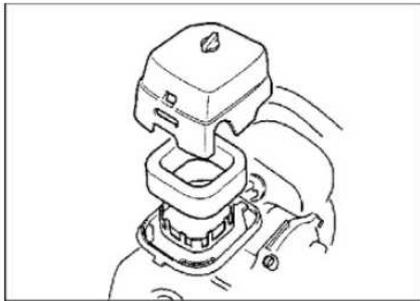

Figure 9
I. Contrôlez le filtre à air toutes les 50 heures d'utilisation ou plus fréquemment si les conditions d'utilisation se font dans un environnement poussiéreux, puis nettoyez l'élément avec de l'eau savonneuse chaude si nécessaire. Séchez complètement avant d'installer. (FIG. 9)